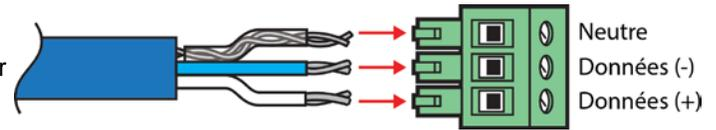

Figure 5. Broches de sortie des câbles du DMX pour l'entrée et la sortie de la boîte de jonction.
- Installer les connecteurs 3 positions fournis sur le câble du DMX (voir figure 5) en veillant à isoler le fil de blindage avec du film thermorétractable ou du ruban isolant puis branchez-les sur la plaque du DMX (voir figure 8).